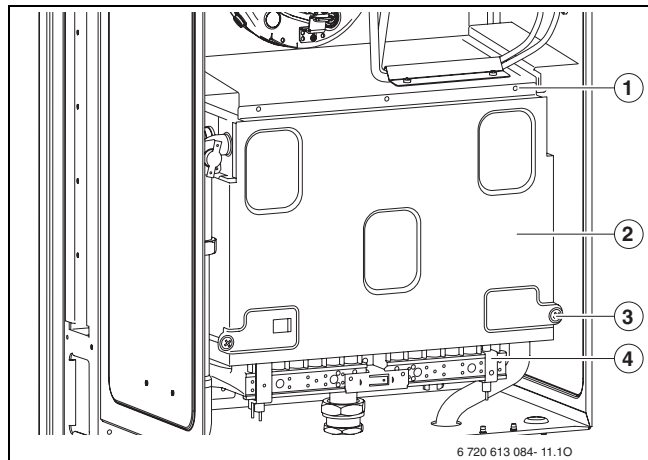

Fig. 48 Se deschide arzătorul
- Se scoate peretele frontal al camerei de ardere și arzătorul (→ Fig. 48).